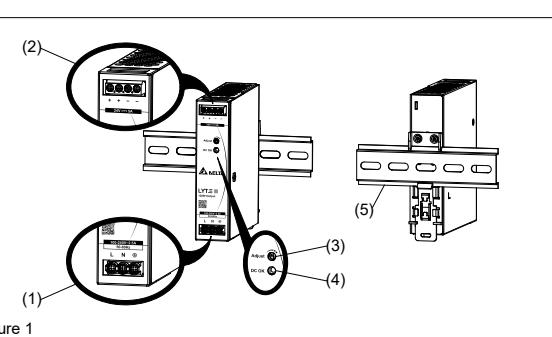
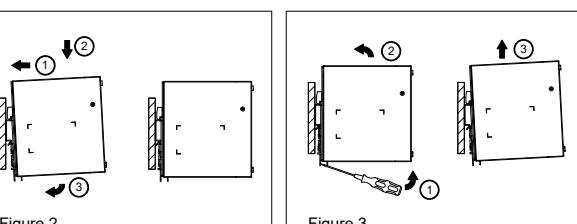

Figure 1
Figure 2
2. Gerätebeschreibung (Abb. 1)
3. Montage (Abb. 2)
- Kippen Sie das Gerät leicht nach oben und setzen Sie es auf die DIN-Schiene auf. Einrasten des Geräts in DIN-Schiene, wie in Abb. 2 dargestellt.
5.1. Anschluss der Eingangsklemmen (Abb. 1, Abb. 5)
5.2. Anschluss der Ausgangsklemmen (Abb. 1 (2))
Verwenden Sie die Schraubklemmen „+“ und „-“ um den 12Vdc-, 24Vdc- oder 48Vdc-Anschluss herzustellen. Die grüne LED „DC OK“ zeigt die korrekte Funktion des Ausgangs an (Abb. 1 (4)).
2. Device description (Fig. 1)
3. Mounting (Fig. 2)
2. Description de l'appareil (Fig. 1)
- Potentiomètre de réglage de tension continue (CC)
3. Montage (Fig. 2)
Encluez le sur le rail DIN comme indiqué à la Fig. 2: